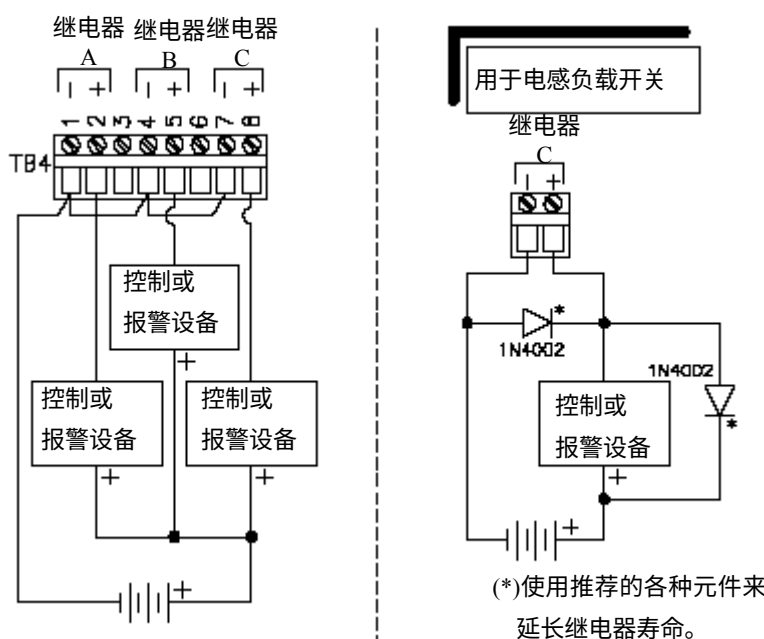

图 2-7 连接控制/报警装置到固态直流继电器
在 TB4 的接线端 1~8 共提供三路 SPST (单刀单掷) 固态直流 (DC) 中继输出 (中继 A、B 和 C) ——除了接线端 3 和 6 没有用到。通用的接线排列图参见图 2-7。